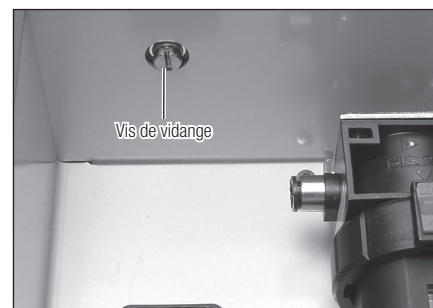

Fig. 3
- Avant de faire l'appoint avec l'huile d'entretien, assurez-vous que la vis de vidange située sous l'unité est fermement serrée. Il pourrait y avoir une fuite d'huile si la vis n'est pas bien serrée (Fig. 3).